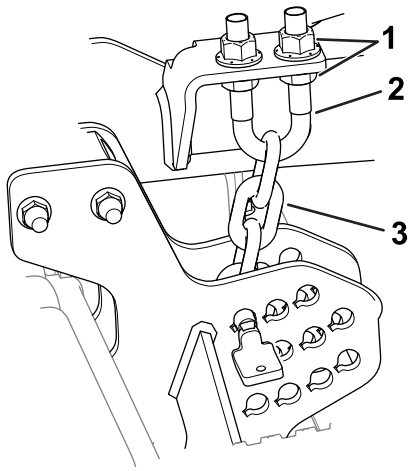

图 7
6. 松开剪草高度链条 U 形螺栓上的下锁紧螺母 图 7。
7. 调节螺母图 7 以升起或放低滚刀组后部使后部刀片的边缘比前缘高 6-10mm。